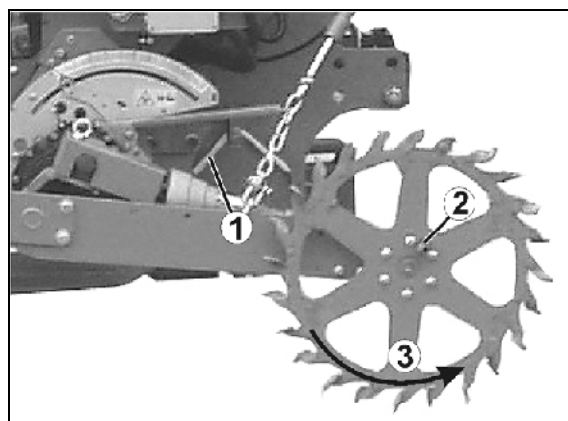

Fig. 83
- Benyt håndsvinget (Fig. 83/1). Håndssvinget befinder sig i en holder på maskinrammen.
- Håndsvinget tilsluttes sporehjulet (Fig. 83/3, via 4-kant-tilslutningen (Fig. 83/2).
Sporehjulet drejes **venstre** rundt (Fig. 83):!
- anbringes håndsvinget (Fig. 83/1) i holderen